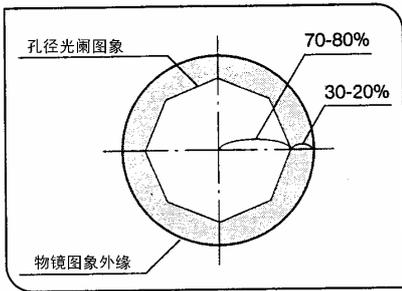

图 31
孔径光阑 (图 31 和 32)
- 因为显微样品的反差通常较低，在使用时，推荐把聚光镜孔径光阑设置为物镜数值孔径的 70%到 80%之间。必要时，取下目镜，从目镜筒中观察，同时，调节孔径光阑环①直到图象入图 31 所示。